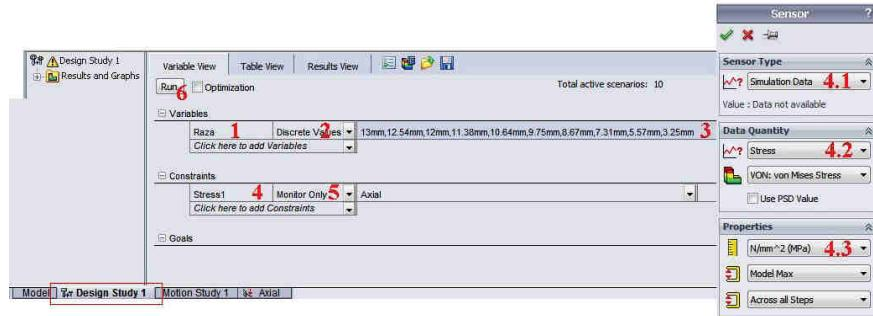

Fig. 10.14
- Click **Insert → Design Study** → **Add**; va fi afișată secțiunea **Design Study** la baza ferestrei grafice **Parameters**, fig. 10.14.
- Click **Insert → Design Study** → **Add**; the **Design Study** tab will be displayed at the bottom of the graphic area, fig. 10.14.